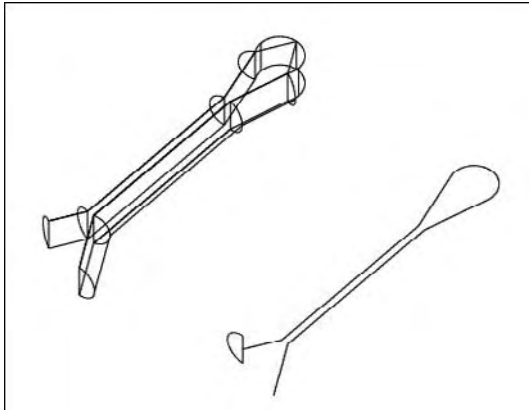

Fig.19.19
- 5 Tracez à l'aide d'une polyligne la trajectoire de la goupille puis à l'aide d'un demi-cercle la forme de la goupille (fig.19.19).